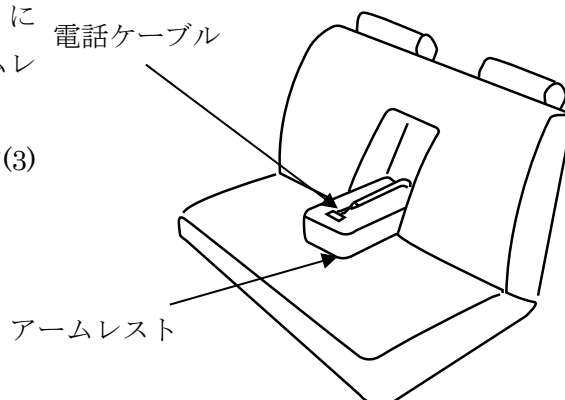

図10-13
(5) 後部座席アームレスト上に受話器を設置する場合の処理 (図10-13)
- ① 後部座席アームレスト上に受話器を設置する場合は、アームレスト奥よりケーブルを引き出す。
- ② アームレスト奥のケーブルは前(3)項と同様に処理する。